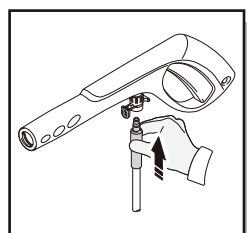

Fig. 4
- Raccordez l'autre extrémité du tuyau au pistolet en insérant le petit bout métallique en cuivre du nettoyeur dans le raccord au dessus du bouton de sécurité. Il s'enclenchera en place sur le pistolet (Figure 4). Vérifier que le tuyau est bien fermé sur le pistolet en tirant légèrement sur le tuyau. Le tuyau est maintenant bien attaché au pistolet.